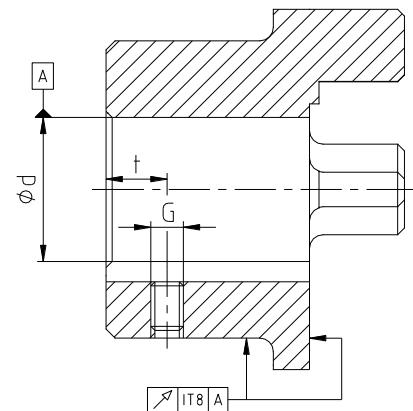

Bild 9: Rund- und Planlaufgenauigkeit
- Bei Herstellung der Nabenoberfläche durch den Kunden ist die Rund- bzw. Planlaufgenauigkeit (siehe Bild 9) einzuhalten.